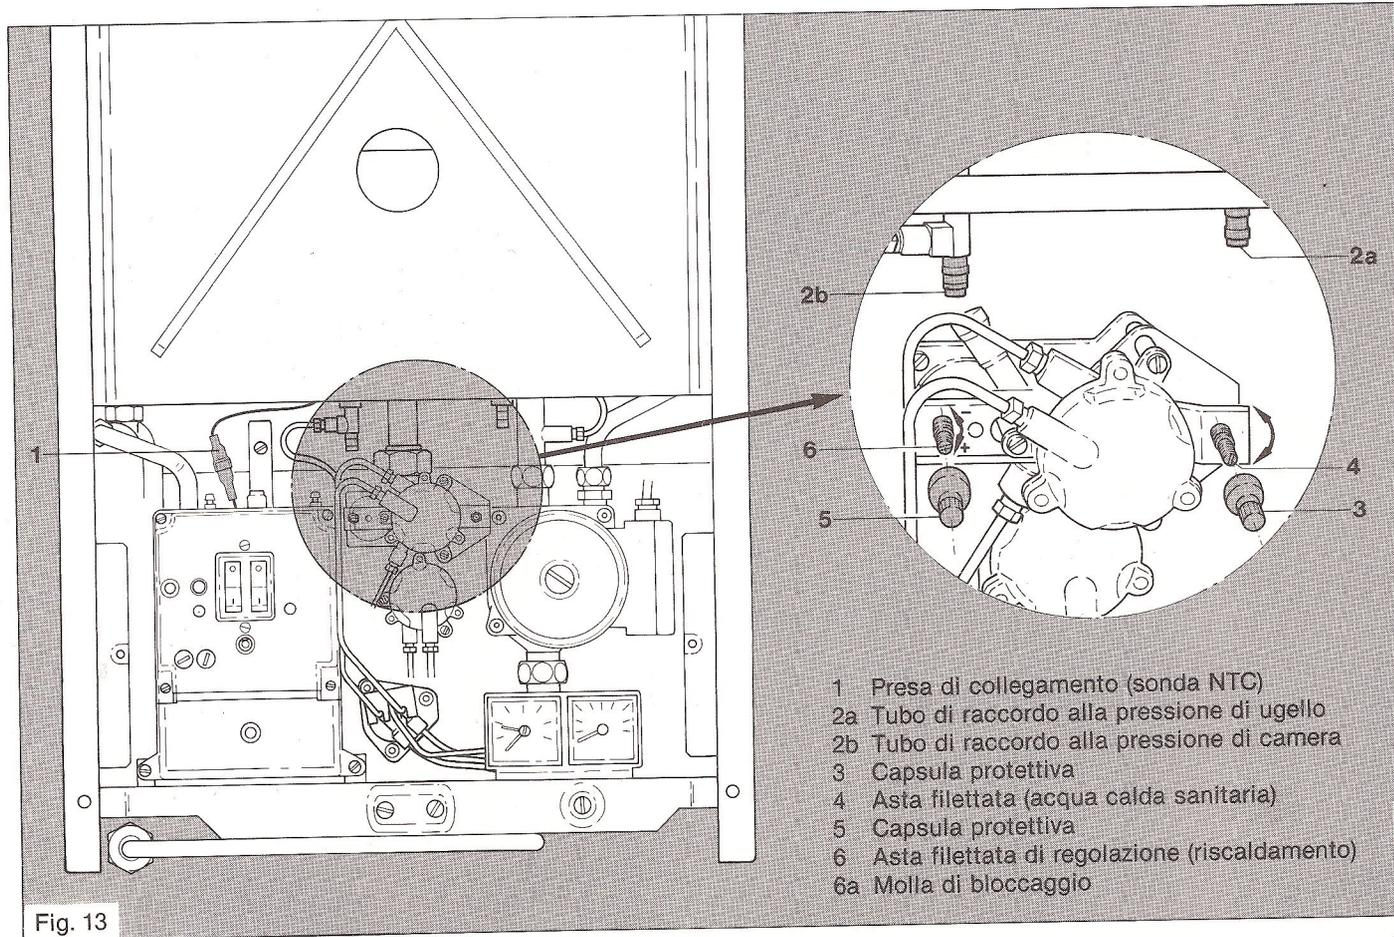

Fig. 13
- o) Ricollegare la spina alla sonda NTC (1) fig. 13.
### 9.6 Regolazione gas in base al metodo della pressione ugelli (Fig. 13)